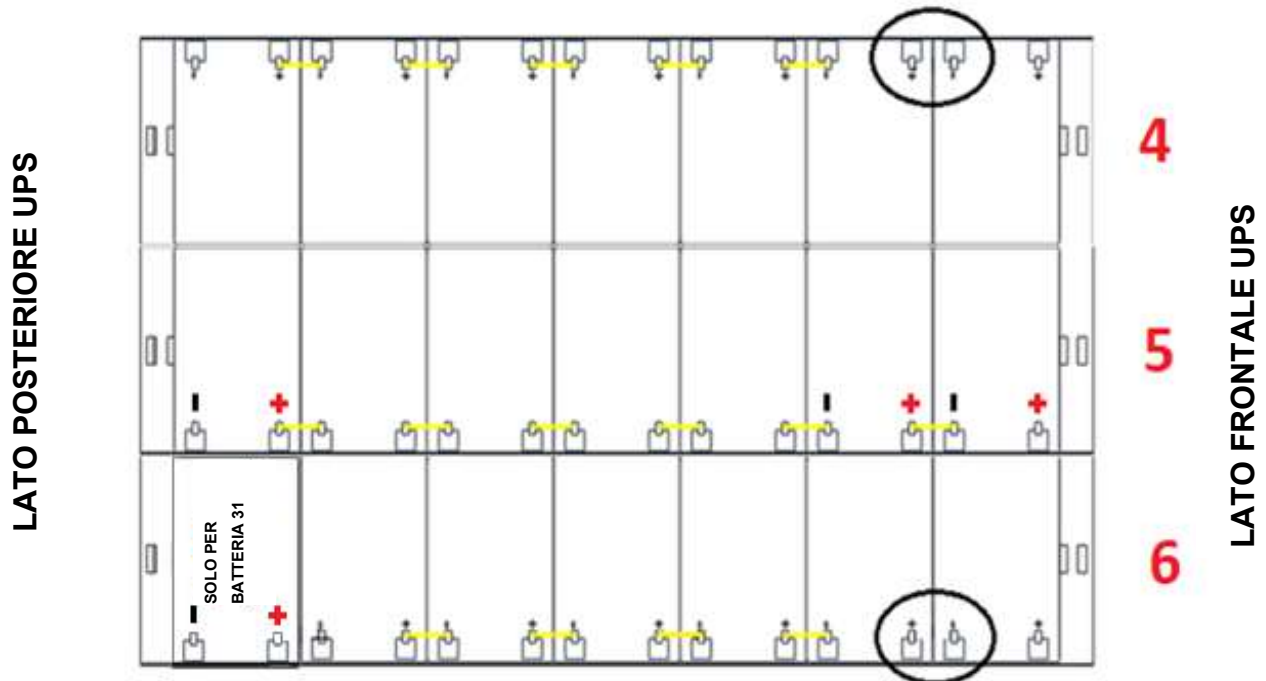

Figura 33 - Vista dall'alto Piano N°2
7) Sul Piano n°2 inserire i cassettei n°4-5-6 rispettando la posizione come dimostrato in figura 33.